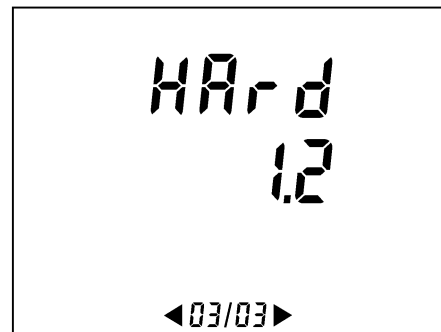

Figura 62: Número de versión del hardware (página 3/3).
- La versión hardware del instrumento (*H_{Ar}d* = *Hardware version*) (Figura 62).